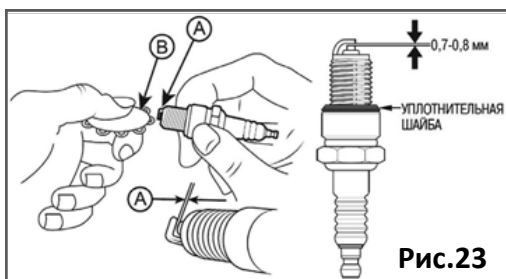

Рис.23
- Измерьте зазор «А» между электродами свечи зажигания специальным щупом «В». Зазор должен быть 0,7-0,8 мм (Рис. 23).